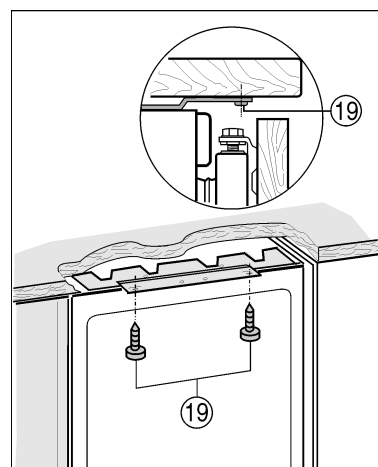

Fig. 15
- ▶ Visser dessus avec des vis longues pour panneaux agglomérés Fig. 15 (19).